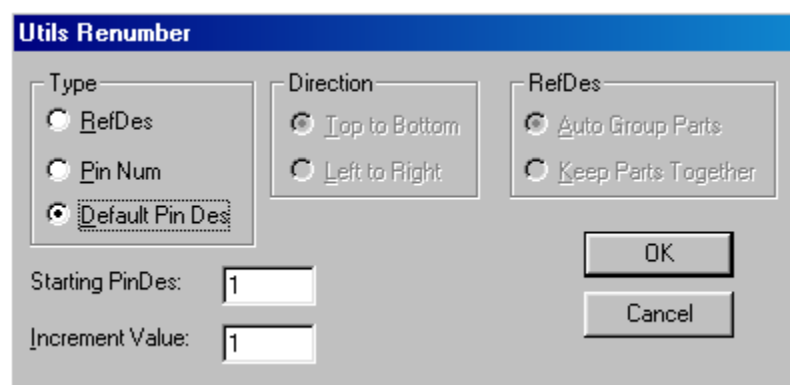

Рис.3
8. Все введенные контакты имеют один и тот же номер. Для перенумеровывания контактов вызвать команду **Utils Renumber**. В результате откроется диалоговое окно **Utils Renumber** (Рис.3).
В диалоговом окне включить режим перенумерации контактов (в поле **Type** установить **Default Pin Des**). Выбрать начальный номер контакта (**Starting Number**) и приращение нумерации (**Increment Value**). В нашем примере они равны единице. Результат представлен на рис.3.